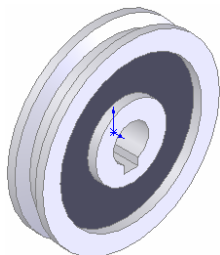

图 6-81 设置颜色后的图形
③ 设置属性管理器。在“选择现有颜色或添加颜色”一栏中选择需要的颜色，然后单击属性管理器中的“确定”按钮图标。此时零件如图 6-81 所示。